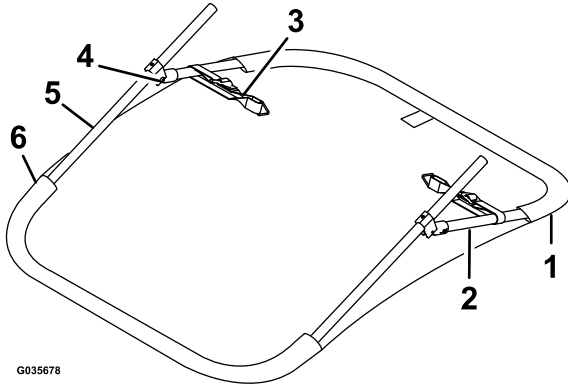

Figura 4
3. Inserte el arco delantero por el bolsillo delantero de la lona con las fijaciones orientadas hacia abajo, según se muestra en Figura 4.